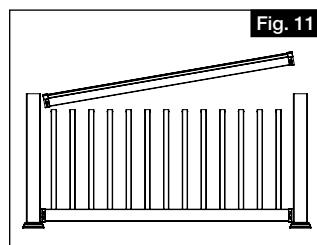

Fig. 11
- En commençant à un côté de la traverse, aligner le premier barreau sur le premier trou toupillé sur le côté inférieur de la traverse supérieure, et enclencher la traverse supérieure en place (Fig. 11).